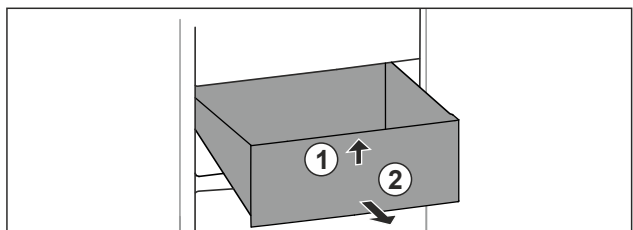

Fig. 86
- Schubfach vorne anheben. Fig. 86 (1)
- Schubfach nach vorne entnehmen. Fig. 86 (2)